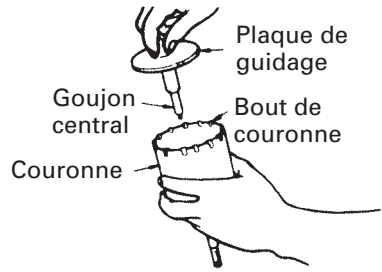

Fig. 15
- (4) Engager la plaque de guidage dans la couronne et tourner la plaque de guidage à gauche ou à droite de manière à ce qu'elle à ce qu'elle ne puisse pas tomber, même si elle orientée vers le bas. (Fig. 15)